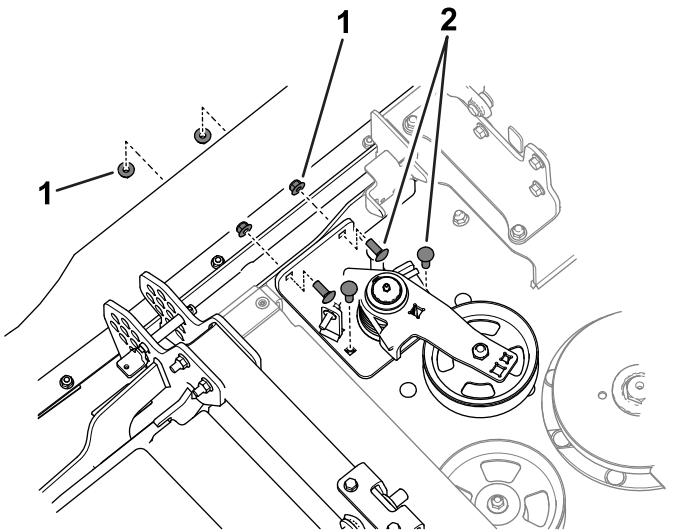

Figura 6
6. Utilizzate 2 bulloni a testa tonda (3/8" x 1"), 2 bulloni a testa tonda (3/8" x 1 1/4") e 4 dadi flangiati (3/8") per fissare il gruppo tenditore all'apparato di taglio (Figura 6).